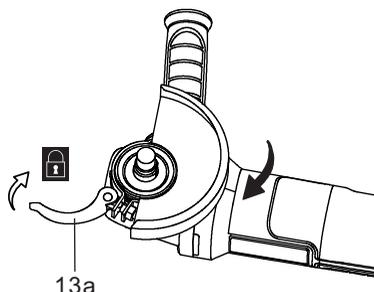

Fig. 9
2. Gire el protector hasta la posición deseada (Fig. 9).